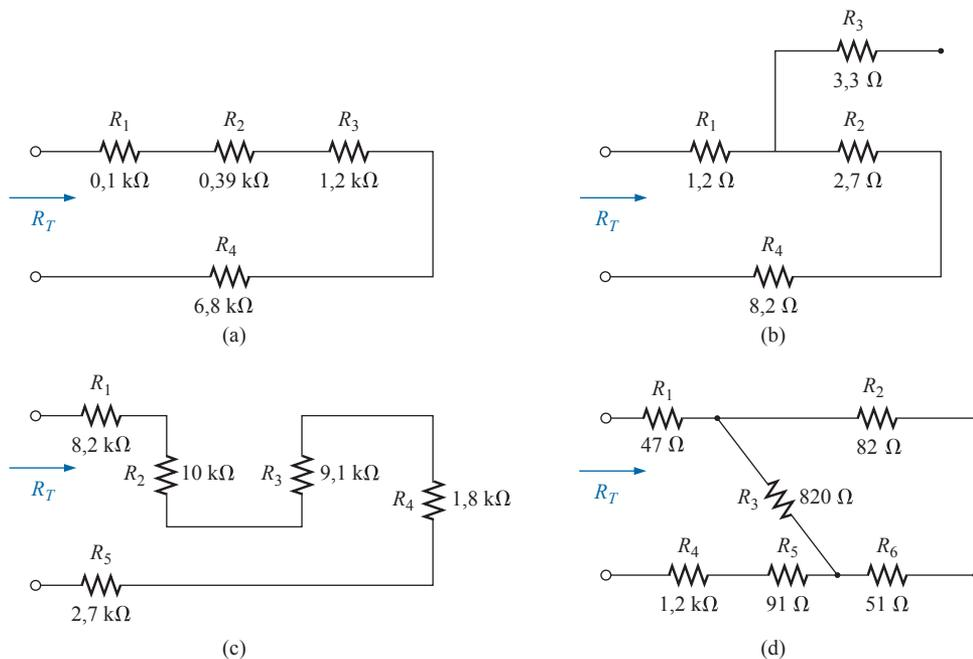

Figura 5.86 Problema 2.
- Descubra a resistência total R_T para cada configuração na Figura 5.86. Observe que apenas valores de resistores padrão foram usados.